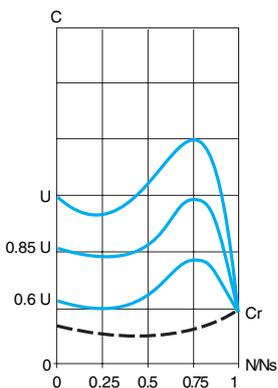

图 2
- 图 2 给出了鼠笼式电机与电源电压相关的转矩 / 速度特性。在固定频率转矩近似随电压的平方值变化。逐渐升高电压可以防止上电同时的电流峰值。